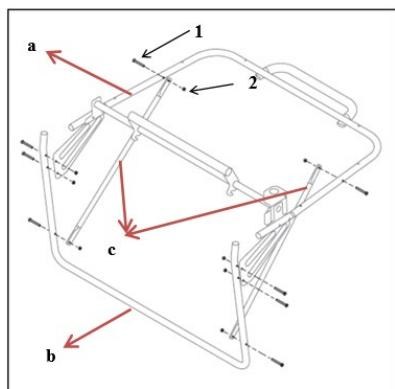

Fig.7J
- Monte la estructura del marco giratorio (a), el marco de fijación inferior (b) y la abrazadera diagonal (c) usando tornillos de cabeza plana pequeños empotrados en cruz (1, M5*32) y una tuerca de bloqueo hexagonal (2, M5) como se muestra en la Fig.7J.